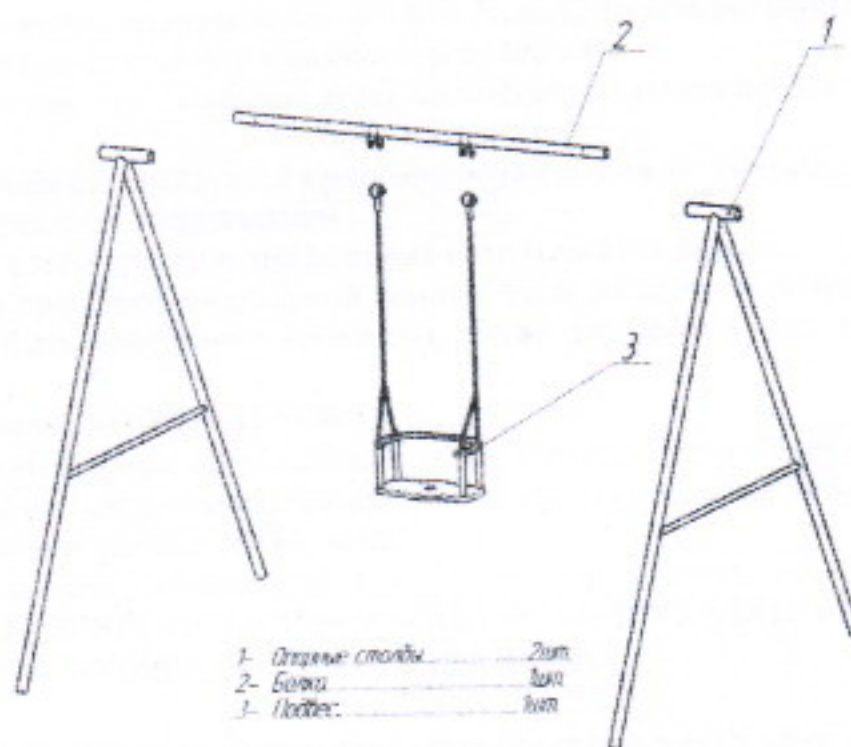

Рис. 1
14.5. Сборка качели проводится согласно схеме, представленной на рис.1.